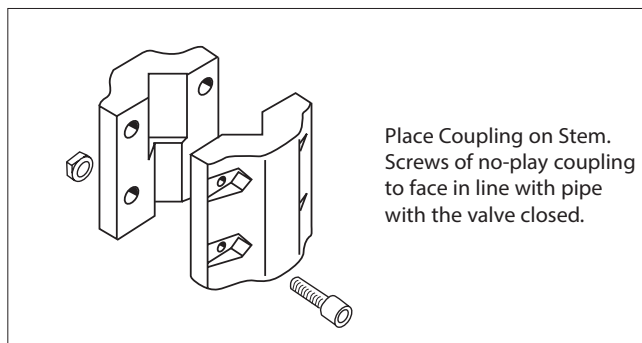

Figure 11.
3. Placez l'accouplement sur la tige de vanne. Si la vanne est équipée d'un accouplement boulonné « sans jeu » en deux parties, assemblez l'accouplement sans le serrer sur la tige de la vanne. Utilisez des vis à tête creuse et des contre-écrous (**voir Figure 11**).